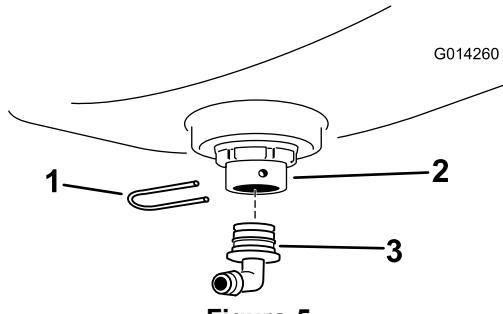

Figura 5
4. Montate un raccordo a 90° sul diaframma e assicuratevelo con una forcella di fissaggio (Figura 5).